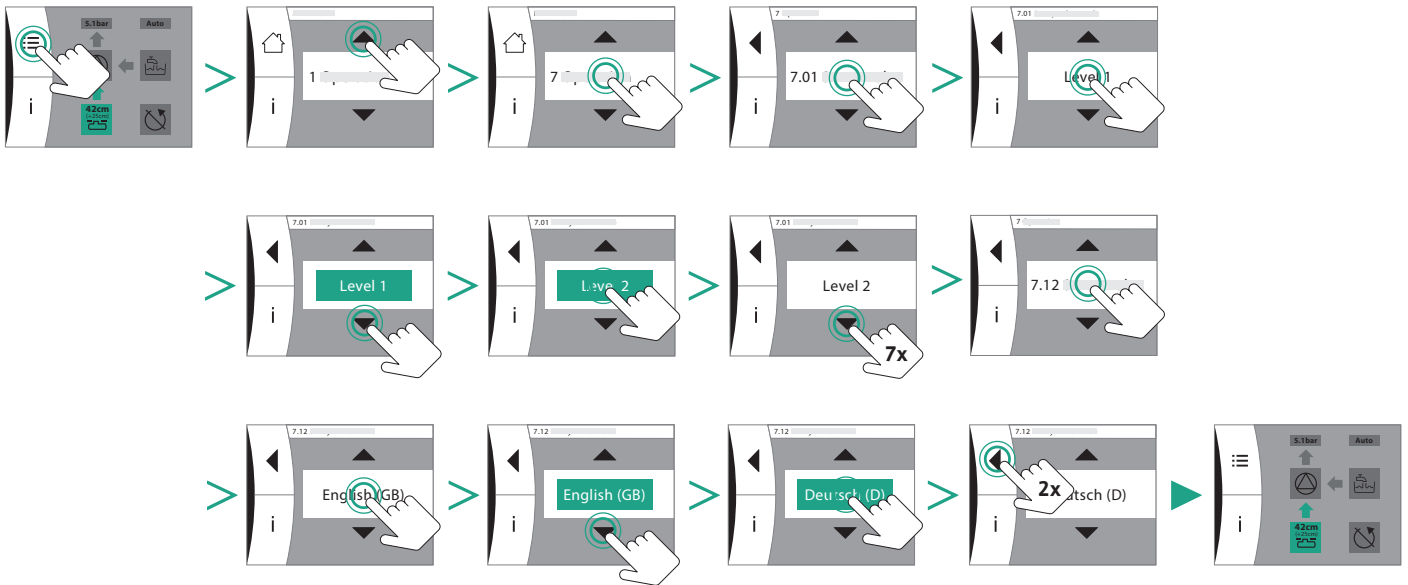

Fig. 23: Taal instellen
7. Selecteer de gewenste taal voor het menu (Fig. 23).